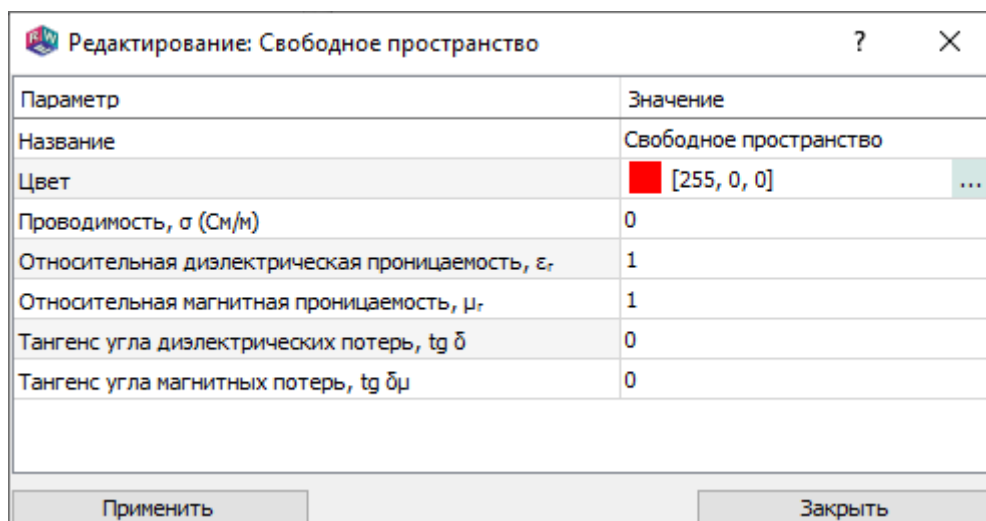

Рис. 161
16.7.6.1. Окно редактирования параметров свободного пространства показано на рис. 161.